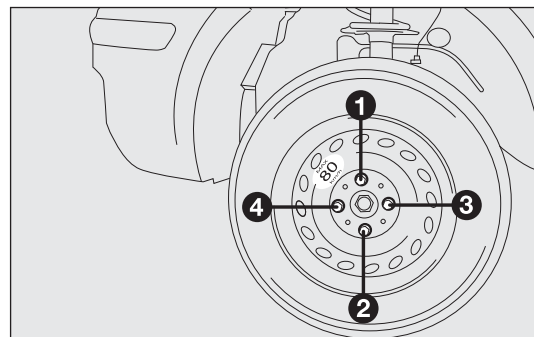

fig. 155
- ❑ mediante l'utilizzo della chiave in dotazione, serrare a fondo i bulloni, passando alternativamente da un bullone a quello diametralmente opposto, secondo l'ordine numerico illustrato in fig. 155;